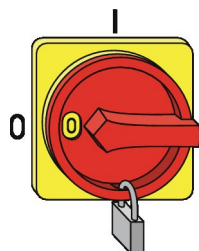

Abb. 9: Hauptschalter sichern
2. ▶ Den Hauptschalter mit einem Vorhängeschloss sichern ( Abb. 9 ).